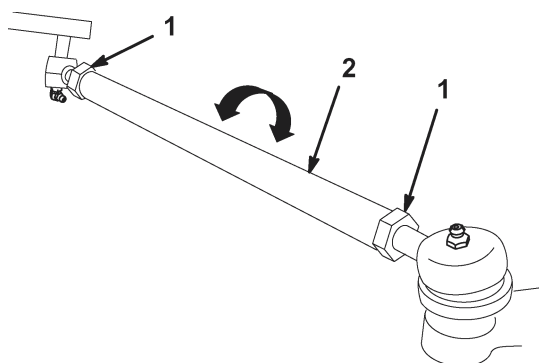

Figure 28
3. Si la valeur diffère de plus de 6 mm, desserrez les écrous de blocage à chaque extrémité des biellettes (Fig. 28).